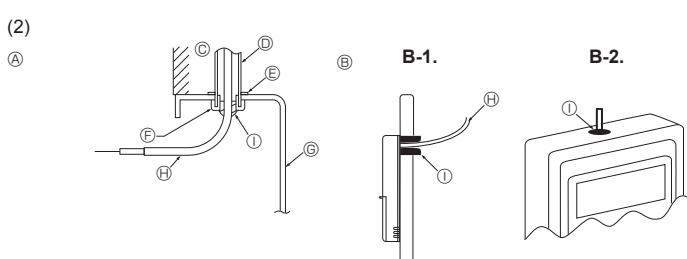

Fig. 6-3
(2) Çığ damlaları, su, hamamböceği ve kurtçuk girişini önlemek için uzaktan kumandanın bakım girişini macunlayın. (Fig. 6-3)